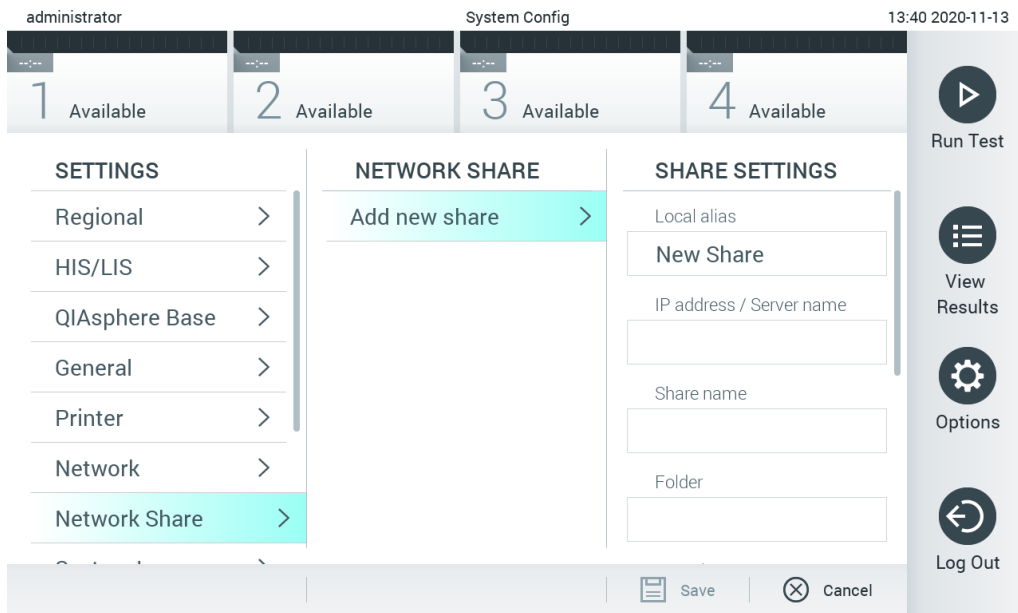

图 69.添加新网络共享。
3. 按 Add new share (添加新共享) 按钮 (图 69)。